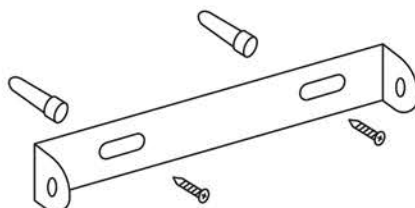

Рисунок 1. Установка монтажной планки
6.5. Закрепить монтажную планку светильника к опорной поверхности саморезами с использованием дюбелей (рисунок 1).